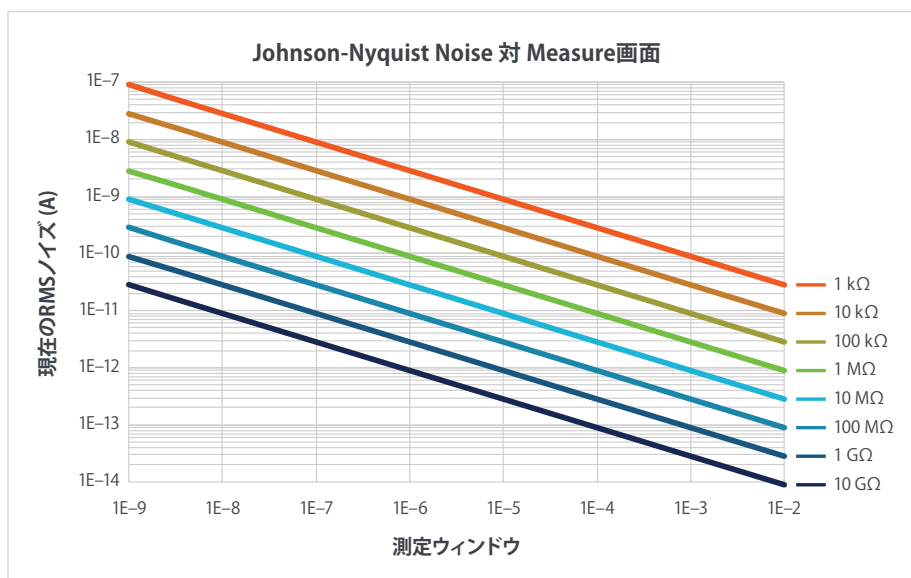

図4. 種々のソース抵抗における電流ノイズ対測定ウィンドウ (current noise vs. measure window)
全ての電流源は内部抵抗を有し、従ってそれらはジョンソンノイズで表される。図4は、室温 ($T = 290\text{K}$) における、測定時間ウィンドウに対する種々の抵抗により生成される電流ノイズを示す。秒 (s) 単位の測定ウィンドウは、帯域幅 (B) として次式で定義される。